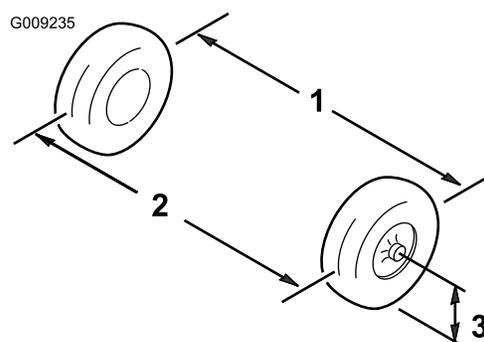

図 57
1. 前輪の前と後ろで、左右のタイヤの中央線間距離を測る計測はアクスルの高さで行う(図 57)。